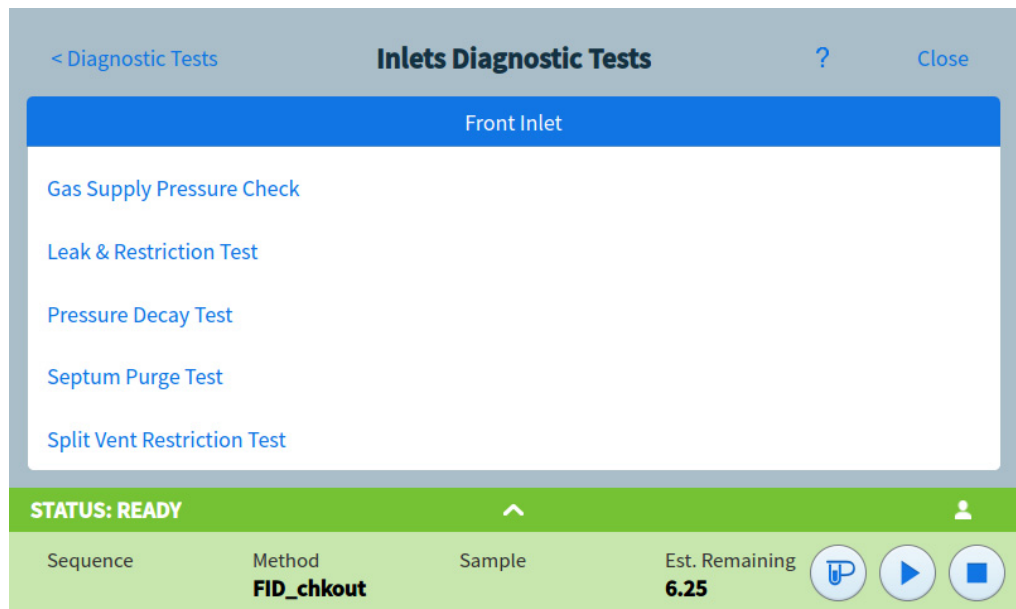

Abb. 25 Seite „Inlet Diagnostic Tests“
- 3 Tippen Sie nach Wunsch auf **Einlässe** oder **Detektoren**. Die entsprechende Seite wird eingeblendet. Beispielsweise wird durch Tippen auf **Einlässe** die Seite „Inlet Diagnostic Tests“ aufgerufen. Siehe Abb. 25.